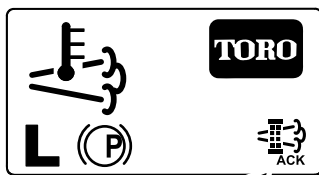

Figure 66
8. L'InfoCenter affiche l'écran d'accueil et l'icône de confirmation de la régénération (Figure 66) apparaît en bas à droite de l'écran pendant le processus de régénération.